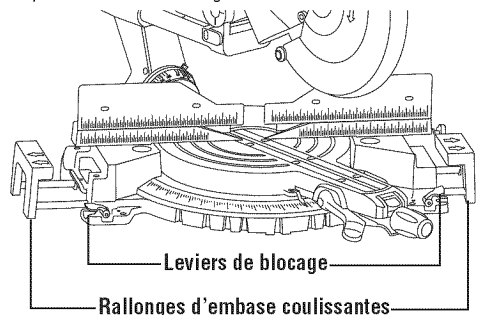

Figure 20. Rallonges d'embase coulissantes
**Rallonges coulissantes de l'embase** – ces rallonges permettent de mieux supporter les pièces et sont surtout utiles lors du sciage de pièces longues. Pour changer leur position, il suffit de débloquer les leviers de blocage des rallonges de l'embase, de déplacer les rallonges et de bloquer les leviers (Figure 20). (Voir également butée de longueur à la page 99.)